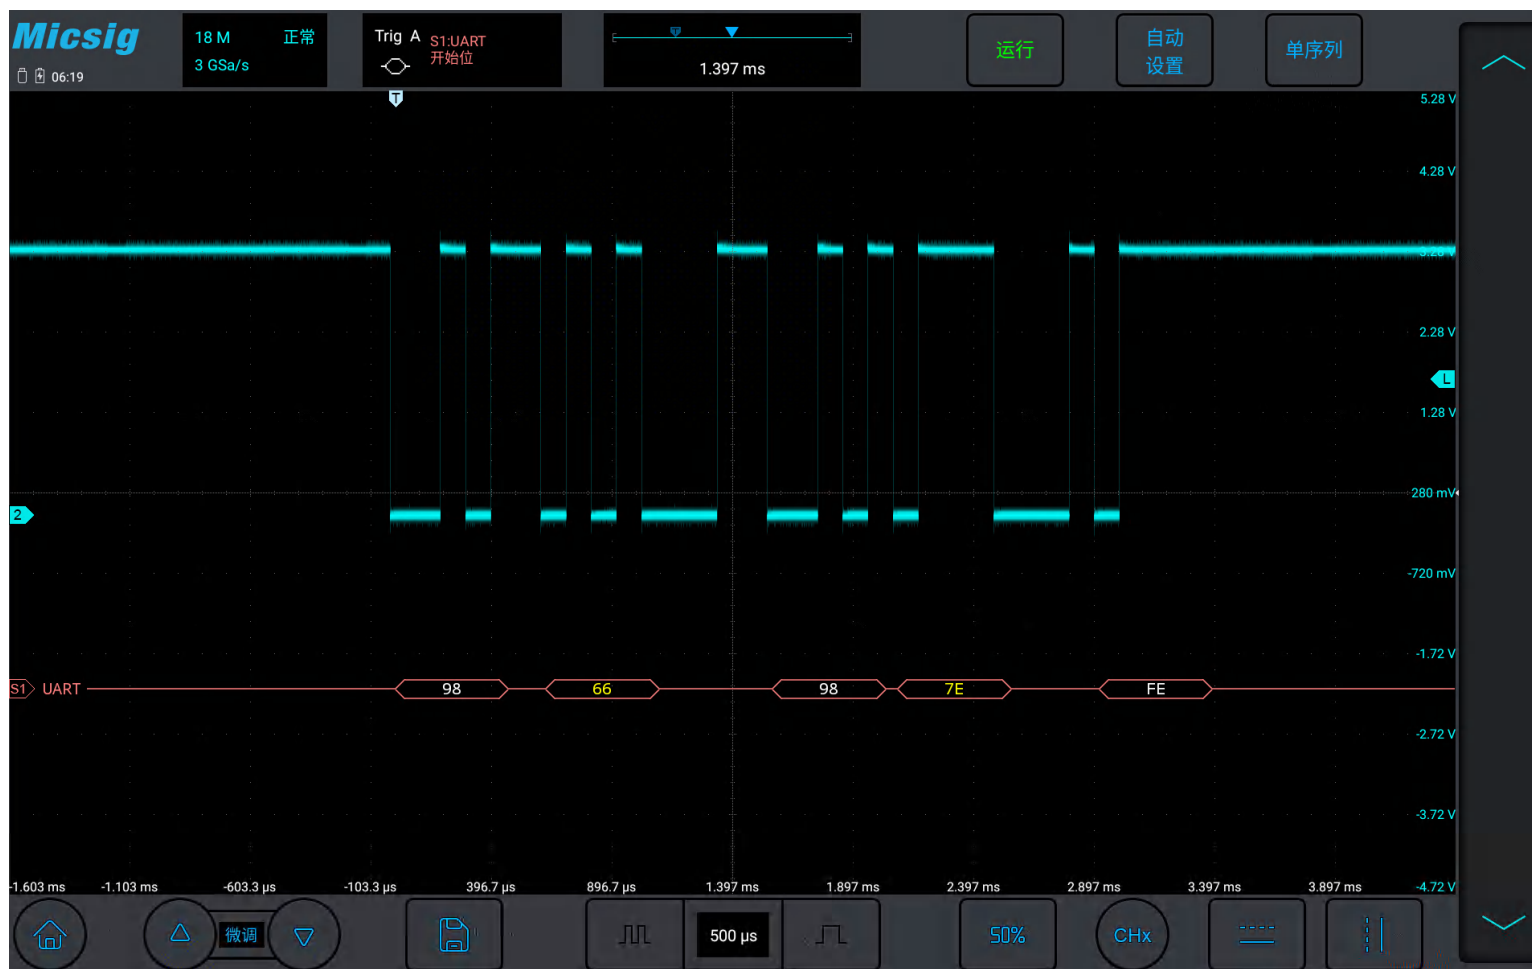

图11-7 UART 解码阈值电平调节
- (1) 轻点 S1 打开解码通道, 向左轻扫 S1 打开总线配置菜单;
- (2) 选择总线类型为“UART”, 依次点选“Ch1”, “空闲高”, “校验无”, “8bit”, “19.2kb/s”, 显示“十六进制”, 然后关闭菜单;
- (3) 打开触发方式设置菜单, 点选“数据”, 条件设为“=”, 数据内容手动输入 98, 按“enter”确定;
- (4) 根据信号的幅值电平调节阈值电平使信号稳定触发。UART 触发图形界面见图 11-7: